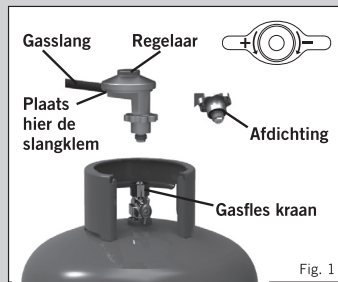

Fig. 1
- Bij het vervangen van een gasfles de kraan van de gasfles dichtdraaien en dan de kraan van het toestel dichtdraaien (zie fig. 1 en 2). Ervoor zorgend dat de vlam geïsoleerd is, de gasregelaar losschroeven. Monteer een nieuwe volle gasfles volgens dezelfde voorzorgsmaatregelen zoals hierboven beschreven.